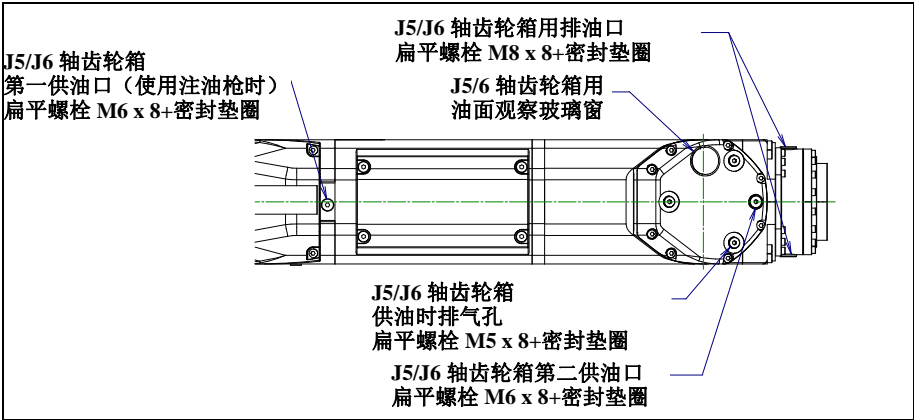

图 7.3.2.4 (a) 供油口和排油口
- 3 在排油口下设置油盘。把第一供油口和排油口的扁平螺栓和密封螺栓取下。（参照图 7.3.2.4 (a)）（此时，为了防油的溢出到周围，首先取下排油口的螺栓。）